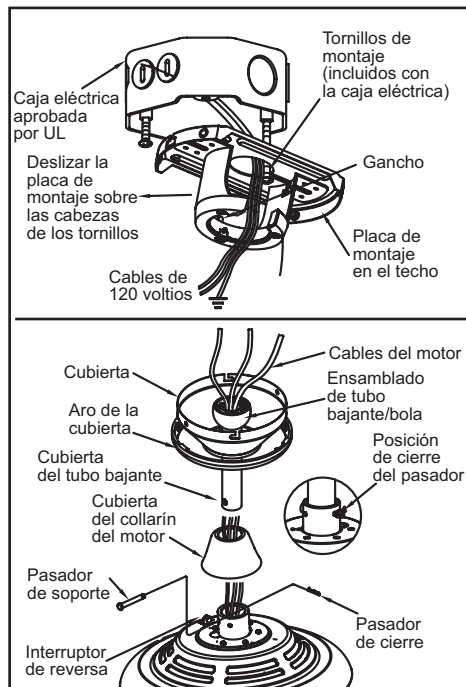

Figura 7
- del motor y luego, por el aro de la cubierta. Asegúrate de que las ranuras están hacia arriba. Inserta los cables a través de la cubierta y luego a través del ensamblado del tubo bajante y la bola (Figura 7).
5. Alinea los orificios en la parte inferior del tubo bajante con los orificios en el collarín de la parte superior de la carcasa de motor (Figura 7). Inserta con cuidado el perno a través de los orificios del collarín y del tubo bajante. Ten cuidado de no apretarlo contra el cableado dentro del tubo bajante. Inserta el pasador tipo horquilla en el orificio cercano al extremo del perno hasta encajarlo en su posición como se muestra en el círculo de la Figura 7.
1. Pasa los cables de alimentación de 120 voltios a través del orificio central de la placa de montaje del techo como se muestra en la Figura 7.
2. Instala la placa de montaje del techo en la caja eléctrica deslizando la placa de montaje sobre los dos tornillos provistos con la caja eléctrica (Figura 7). Cuando uses un montaje cerca del techo, es importante que la placa de montaje esté nivelada. Si es necesario, usa arandelas niveladoras (no incluidas) entre el soporte de montaje y la caja eléctrica. Nota que el lado plano de la placa de montaje está hacia la caja eléctrica (Figura 7).